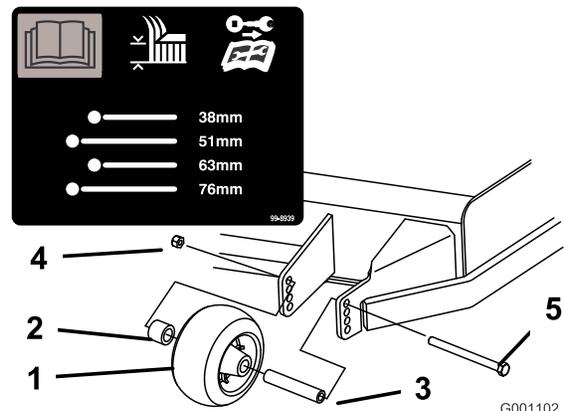
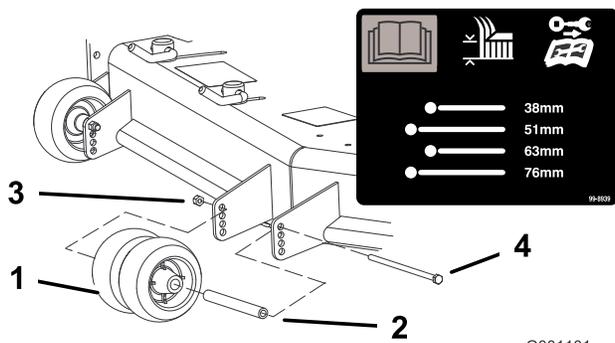
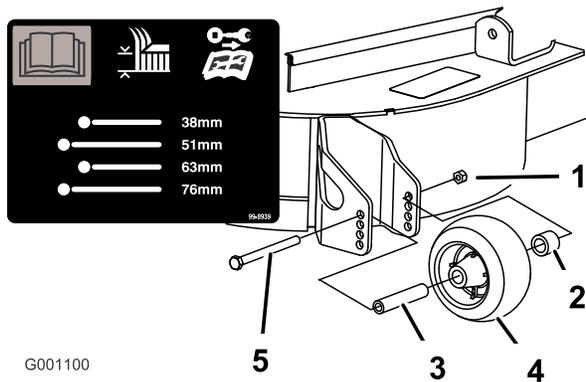

Figura 19
Figura 20
Figura 21
3. Después de ajustar la altura de corte, ajuste los rodillos retirando la tuerca con arandela prensada, el casquillo, el espaciador y el perno (Figura 19, Figura 20, y Figura 21).
- Nota:** Los dos rodillos centrales no tendrán espaciador (Figura 20).
5. Instale la tuerca con arandela prensada, el casquillo, el espaciador y el perno. Apriete a 54–61 Nm (Figura 19, Figura 20 y Figura 21).